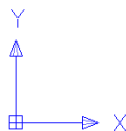
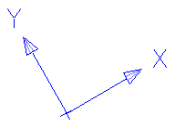

Fig. U5.20
Fig. U5.21
1. Sistemul de coordonate al utilizatorului (*UCS*) se mută, apoi se rotește, de la poziția din Fig. U5.20 la poziția din Fig. U5.21.